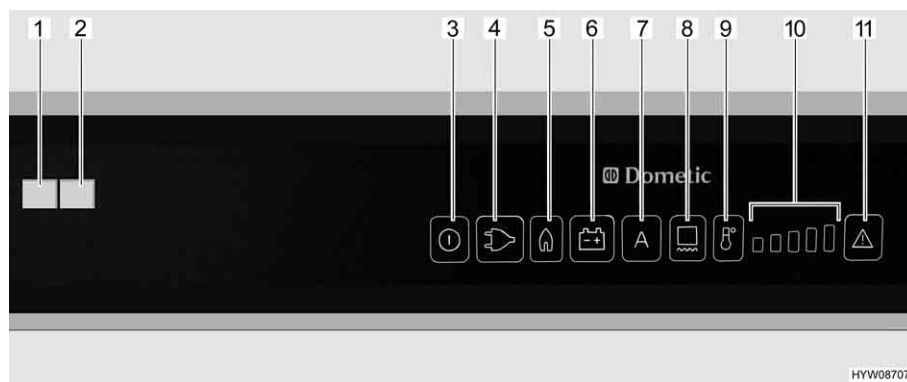

Fig. 228 Elementi di comando per il frigorifero (Dometic RMD)
Se è impostata la modalità di funzionamento "AES", la tensione a 230 V **non** è allacciata e il motore del veicolo è **spento**, il sistema AES seleziona il rifornimento di gas. Selezionando il funzionamento a gas, il dispositivo di sicurezza si apre automaticamente, così che il gas possa fluire al bruciatore. Contemporaneamente si inserisce l'accenditore elettronico. Se la fiamma del gas si spegne, p. es. a causa di un colpo di vento, l'accenditore viene subito azionato riaccendendo il gas. In caso di guasto del funzionamento a gas, lampeggiano i tasti luminosi "Gas" (Fig. 228,5) e "Guasto" (Fig. 228,11). La spia di controllo "Guasto" (Fig. 228,1) è accesa e viene emesso un allarme acustico per 20 secondi.
Dopo l'accensione il frigorifero seleziona automaticamente la regolazione intermedia del termostato. Questa regolazione può essere modificata manualmente tramite il tasto di selezione del livello di temperatura (Fig. 228,9). Le spie di controllo (Fig. 228,10) indicano la temperatura selezionata sul termostato. Il tasto di selezione del livello di temperatura permette di regolare la temperatura di refrigerazione per tutti e tre i tipi di energia. Ci vogliono alcune ore prima che il frigorifero raggiunga la temperatura normale di esercizio. Cambiando la modalità di funzionamento la regolazione del termostato non viene modificata. La temperatura di refrigerazione è indipendente dal tipo di energia utilizzata.
- Accendere il riscaldamento del telaio per 2 ore: Premere una volta il tasto (Fig. 228,8). Sull'indicazione dei gradi di temperatura (Fig. 228,10) si accende una barra.
- Accendere il riscaldamento del telaio per 5 ore: Premere due volte il tasto (Fig. 228,8). Sull'indicazione dei gradi di temperatura (Fig. 228,10) si accendono due barre.
- Regolazione del riscaldamento del telaio ad esercizio continuo: Premere tre volte il tasto (Fig. 228,8). Sull'indicazione dei gradi di temperatura (Fig. 228,10) si accendono tre barre.
L'indicazione dei gradi di temperatura (Fig. 228,10) indica per alcuni secondi la durata di esercizio del riscaldamento del telaio.
Nel caso di temperature esterne ed umidità dell'aria elevate è possibile che si formino gocce d'acqua sul telaio in metallo del vano congelatore. Per questo motivo il frigorifero è dotato di un riscaldamento del telaio per il vano congelatore. Nel caso di temperature e umidità dell'aria elevate, accendere il riscaldamento del telaio con il tasto (Fig. 228,8). È possibile così evitare fenomeni di corrosione. Quando il riscaldamento del telaio è acceso, si accende il tasto luminoso (Fig. 228,8).
- Premere il tasto On/Off (Fig. 228,3) per circa 2 secondi. Il frigorifero si accende e viene visualizzato l'ultimo tipo di energia impostato, oppure "AES".
- Impostare la temperatura di refrigerazione con il tasto di selezione del livello di temperatura (Fig. 228,9). Le spie di controllo (Fig. 228,10) indicano la temperatura selezionata sul termostato.
- Premere il tasto On/Off (Fig. 228,3) per circa 2 secondi. Il frigorifero si spegne e le indicazioni smettono di lampeggiare.